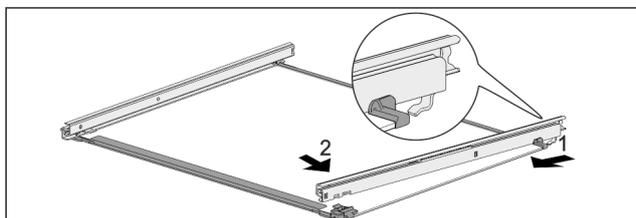

Fig. 121 Steklena plošča z vodili
- ▶ Vodilo obesite na kavelj na zadnji strani. Fig. 121 (1)
- ▶ Vodilo zaskočite na sprednji strani. Fig. 121 (2)